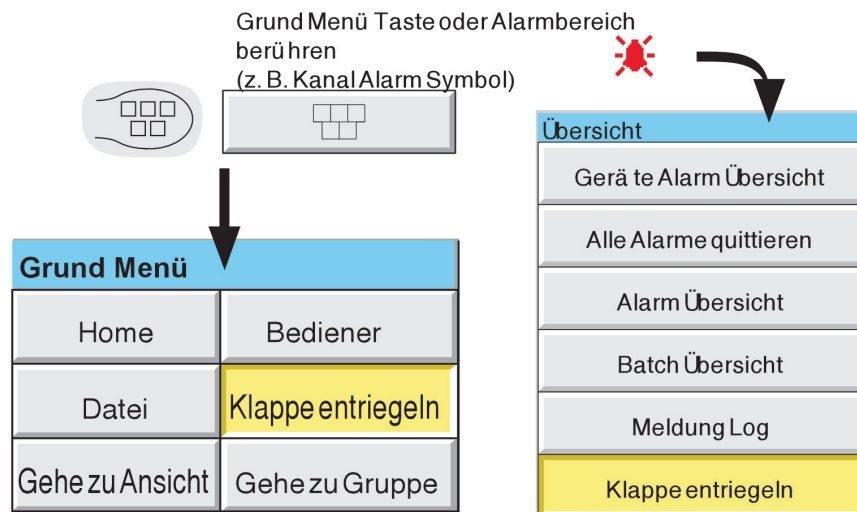

Abbildung 2.4.1a Positionen der Tasten für die Klappenentriegelung
2. Wählen Sie die 'Klappe entriegeln' Taste (Abbildung 2.4.1a).